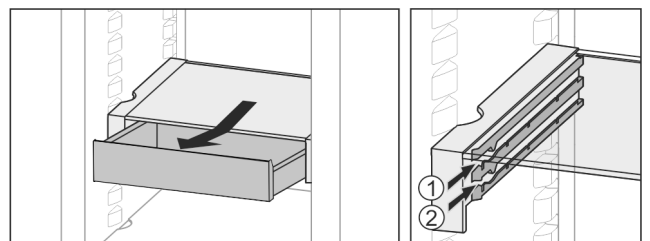

Fig. 28
- ▶ Op een willekeurige hoogte Fig. 28 (1) of Fig. 28 (2) erin schuiven.